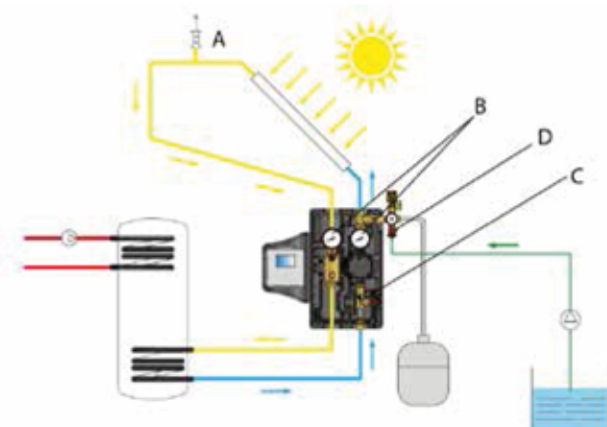

Fig. 1
1. Aprire le valvole di intercettazione abbinata alle valvole di sfogo aria A (Fig.1), queste valvole devono essere posizionate nel punto più alto dell'impianto per ottimizzare la loro funzione di espulsione dell'aria dal circuito.
6. Procedere col riempimento dell'impianto finché l'aria non smetterà di uscire dalle valvole di sfogo aria A (Fig.1).
8. Chiudere le valvole di intercettazione delle valvole di sfogo aria A (Fig.1).